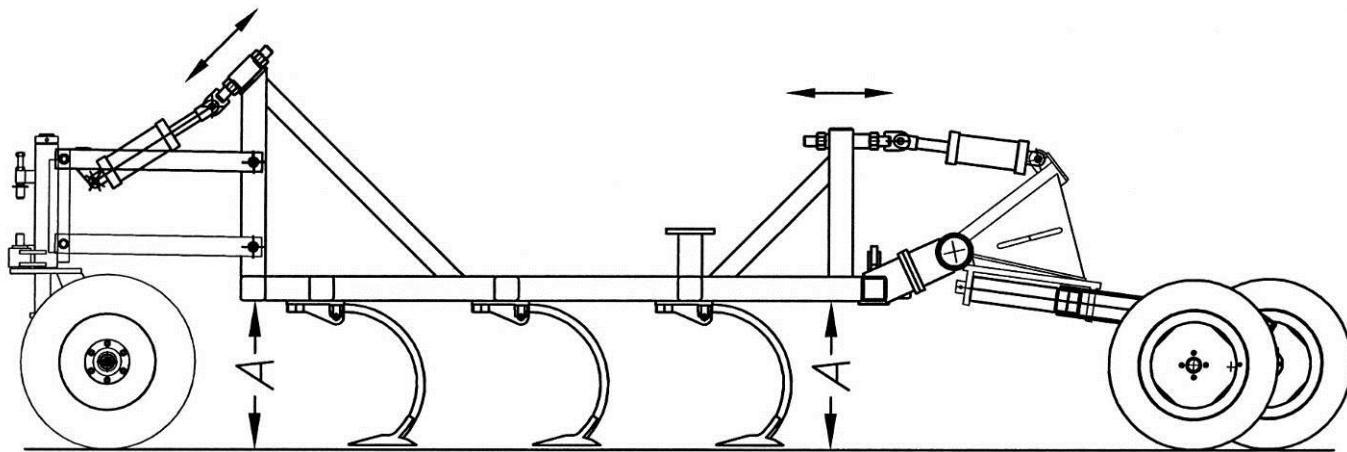

Рис. 6.4.9. Регулировка уровня боковых рам
1. Подтягивая или опуская гайки на передних и задних регулировочных болтах боковых рам, установить все сошники посевного агрегата на одном уровне от земли, т.е. на уровне сошников главной рамы. Пользоваться ключом в размер 55 мм (60мм с 2012г) (рис. 6.4.9).
**Примечание.** Регулировку уровня рам можно проводить также, измеряя расстояние  $A$  от самой рамы до земли спереди и сзади (рис. 6.4.9).